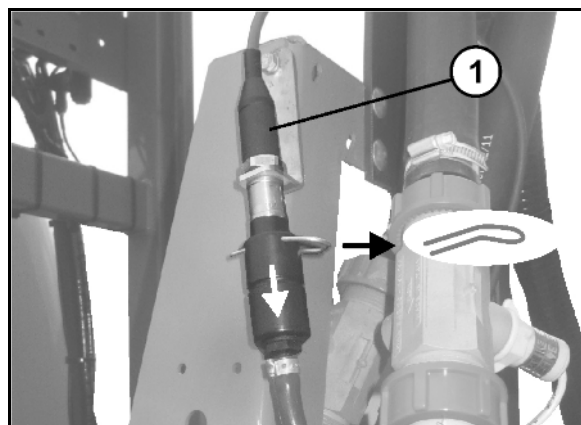

Fig. 145
21. **Barra Super-S:** Escoar o sensor de pressão (Fig. 145/1), soltando a mangueira do mesmo.